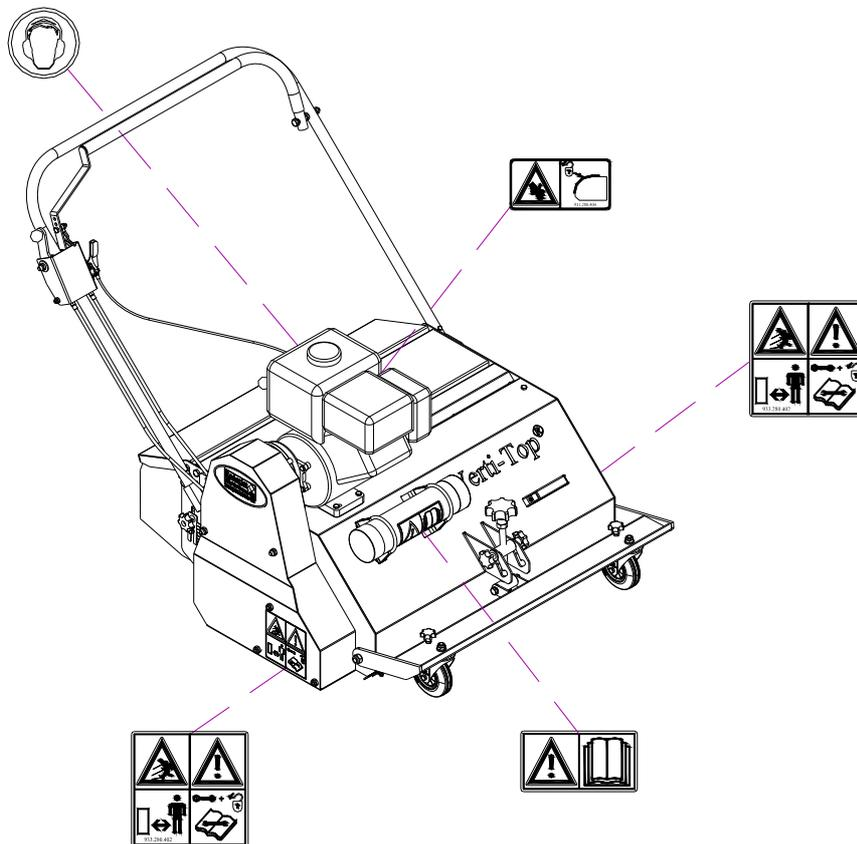

Fig. 8
Su entrambi i lati della Verti-Top Walk Behind, sul pannello laterale e sul cofano posteriore e anteriore, si trovano adesivi di sicurezza (Fig. 8) con significato conforme. Gli adesivi devono essere sempre ben visibili e leggibili e, se danneggiati, devono essere sostituiti.
7) Posizione degli adesivi di sicurezza. (Fig. 8)